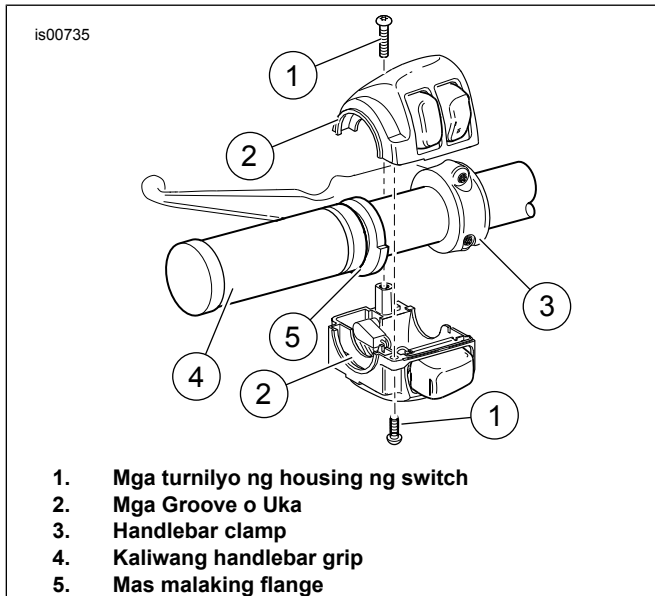

Figure 1. Housing ng Switch ng Kaliwang Handlebar
1. Tingnan ang Figure 1. Alisin ang dalawang turnilyo gamit ang mga flash washer at ikabit ang handlebar clamp (3) sa bracket ng clutch lever. Alisin ang clamp at iposisyon ang assembly ng hand lever ng clutch nang malayo sa handlebar.
2. Luwagan, ngunit huwag alisin, ang mga itaas at ibabang turnilyo ng housing ng switch (1).